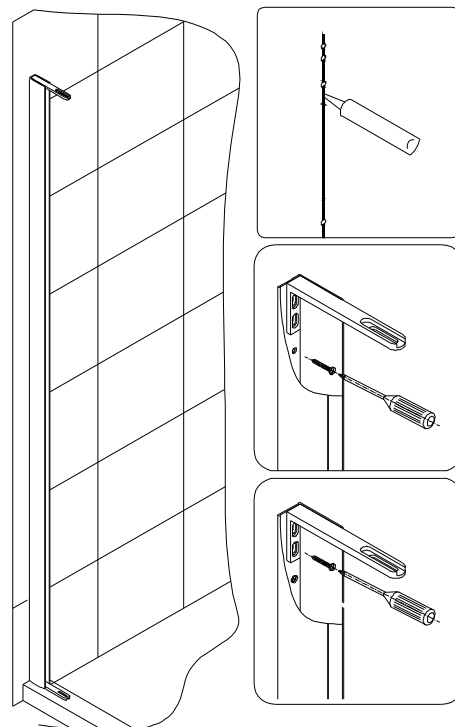

Рис. 3
Прикрепите **Наружный профиль для стеклянной двери (01)** к стене **Шурупами с полукруглой головкой ST4.2×30 (16)**. Рис. 3